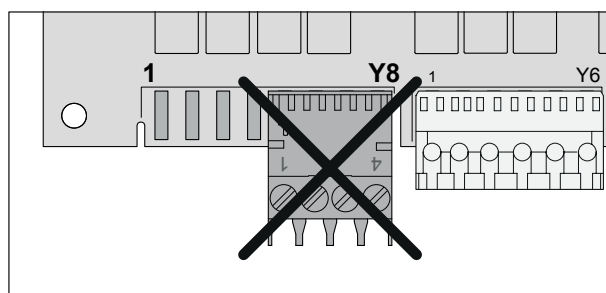

figure 31 - Raccordement (comptage energie)
- Effectuer les raccordements suivant le schéma (*figure 31*).
Respecter la correspondance entre les repères des borniers du module hydraulique et de l'unité extérieure lors du raccordement des câbles d'interconnexion (*figure 31*).
- Raccorder les alimentations électriques des appoints au tableau électrique (*figure 31*).
Raccorder le contact "fournisseur d'énergie" sur l'entrée 9 (Tarifs - EX2) (*figure 31*).
Raccorder le délesteur sur l'entrée 8 (Délestage - EX1) (*figure 31*).
- Raccorder l'organe externe sur l'entrée 10 (Défaits externes - EX3) (*figure 31*).